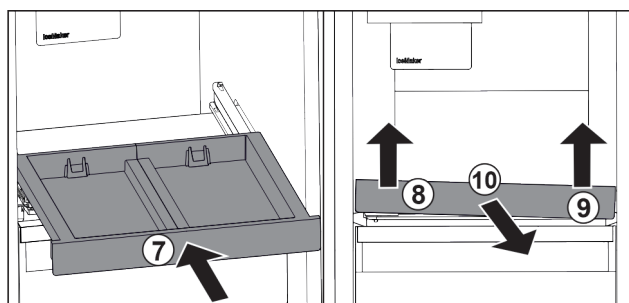

Fig. 125
- ▶ Zasuňte vyťahovaciu poličku. Fig. 125 (7)
- ▶ Nadvihnite vyťahovaciu poličku vpredu vľavo. Fig. 125 (8)
- ▶ Nadvihnite vyťahovaciu poličku vpredu vpravo. Fig. 125 (9)
- ▶ Odoberte vyťahovaciu poličku dopredu. Fig. 125 (10)